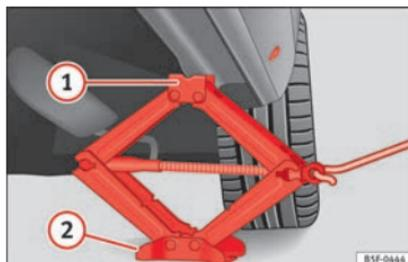

Fig. 187 Larguero: colocación del gato del vehículo.
- Gire el gato*, situado bajo el punto de apoyo del larguero, para elevarlo hasta que la pestaña ① » » fig. 187 quede situada bajo el alojamiento previsto.
- Alinee el gato* de modo que la pestaña ① “agarre” en el alojamiento previsto del larguero y la placa base móvil ② quede apoyada en el suelo. La placa base ② debe